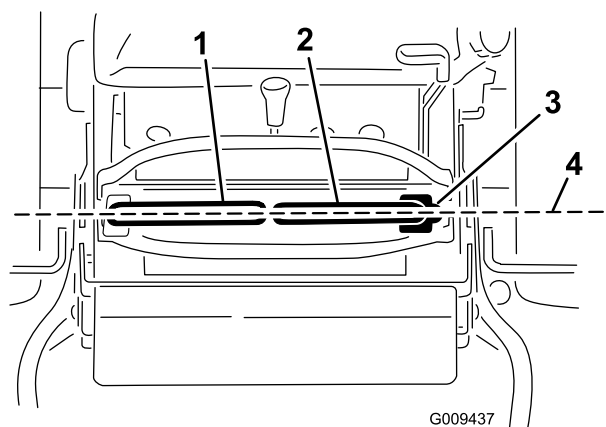

Figura 71
Importante: Certifique-se de que o alinhamento do cortador está correcto após o ajuste das alavancas de controlo de movimento. O ajuste do alinhamento e o alinhamento das alavancas de controlo de movimento da parte dianteira para a traseira é o mesmo procedimento (Figura 71).
1. Após o alinhamento horizontal estar concluído, verifique o alinhamento da parte dianteira para a traseira (Figura 71).